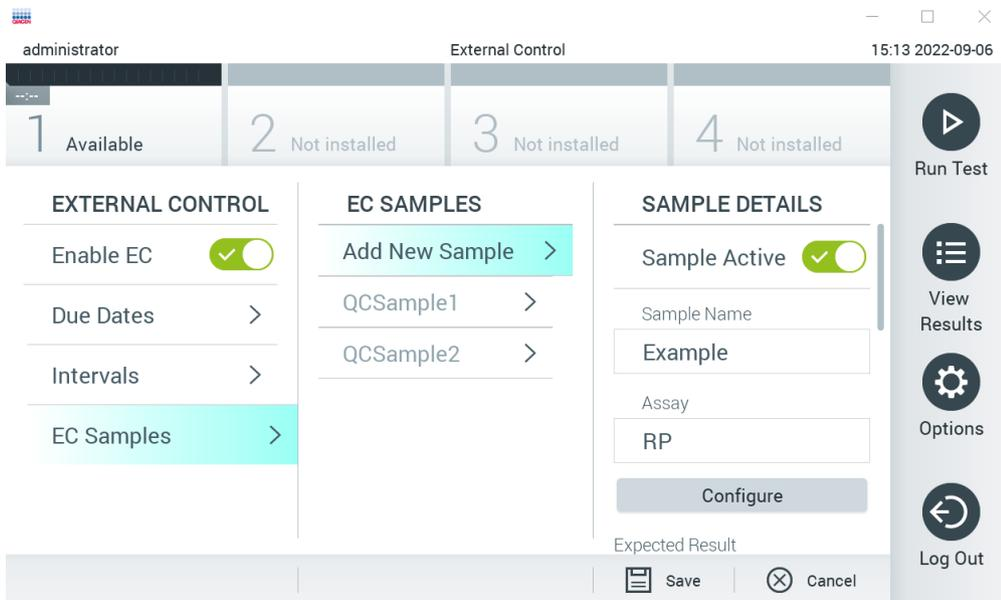
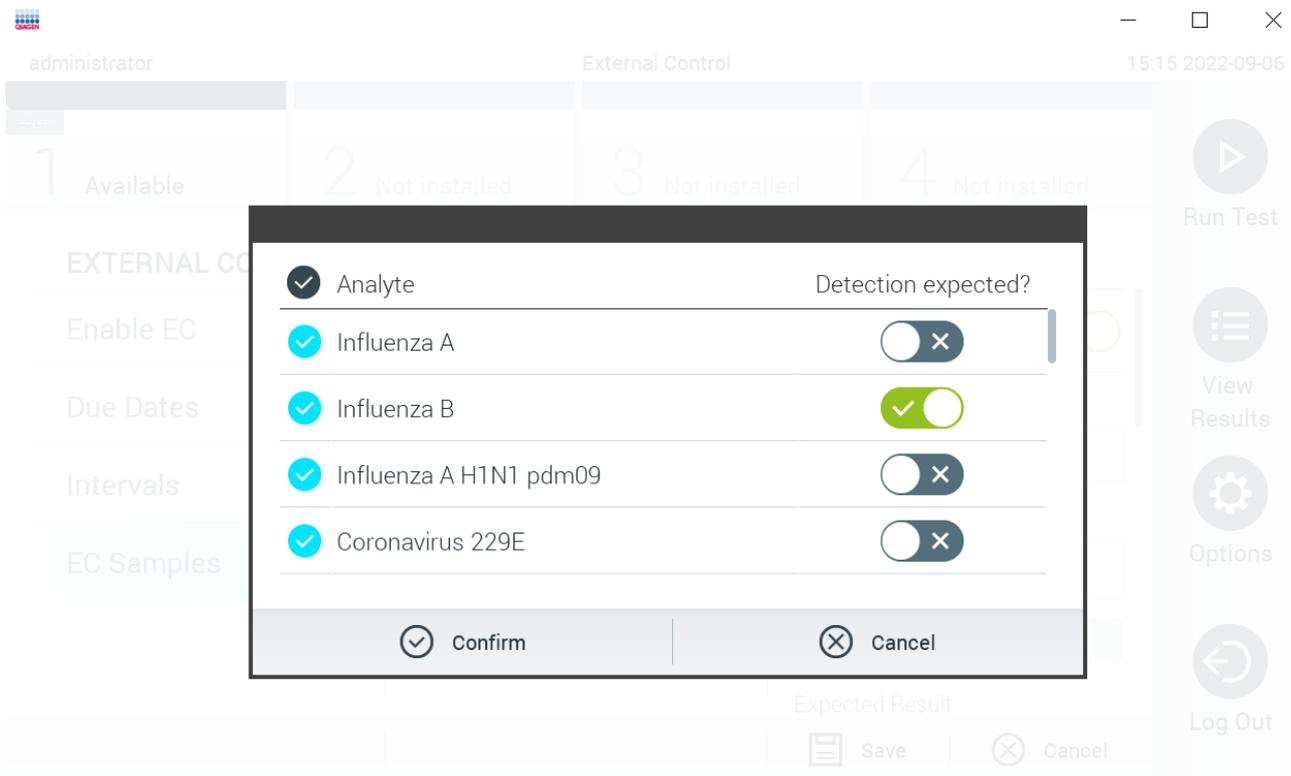

Figura 53. Pantalla External Control EC Samples (Muestras de EC de control externo).
Figura 54. Pantalla de configuración External Control EC Sample (Muestra de EC de control externo).
5. Seleccione **EC Samples** (Muestras de EC) para añadir o editar muestras que se usan en una prueba de control externo. Para añadir una nueva muestra de EC, pulse **Add new Sample** (Añadir nueva muestra) y luego continúe con la configuración en la columna derecha (figura 53). Para editar una muestra de EC, seleccione una existente de la columna del medio y continúe con la configuración en la columna de la derecha.
6. Seleccione Configure (Configurar) para editar los analitos en una prueba de control externo (figura 53). En la configuración de External Control EC Sample (Muestra de EC de control externo), se puede determinar si el analito se tiene en cuenta para la serie de EC de control externo y si se espera detección (figura 54).